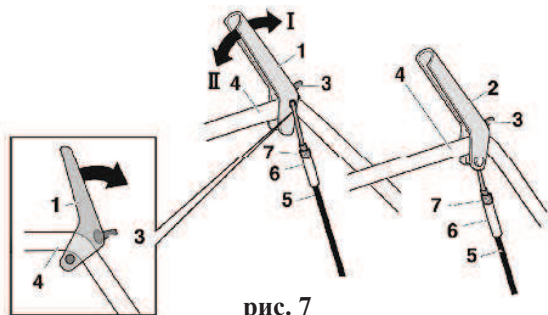

рис. 7
Установка троса привода шнека и привода колёс представлена на рис. 7
Установите Z-образный хвостовик троса (5) на рычаг (1, 2) и отрегулируйте длину тросов вращением втулок регулировочных 6 (рис. 7) и зафиксируйте гайкой 7 (рис. )
**Внимание!** Рычаги приводов колёс и шнека (1, 2) должны прижиматься к рукоятке управления (4) без чрезмерных усилий.
**Внимание!** Демпфер (3) защищает лакокрасочное покрытие от повреждения при отпускании рычагов приводов колёс и шнека (1, 2).